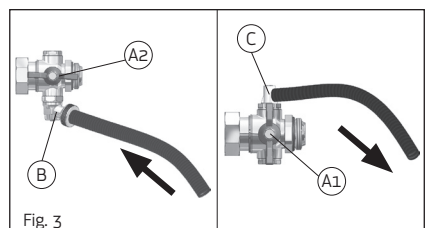

Fig. 3
La operación de llenado debe ejecutarse para cada circuito por separado. Cerrar todos los loop de los circuitos del suelo, con excepción del primero y realizar lo siguiente (Fig. 3): conectarse con el grupo de relleno del grifo de carga-descarga (B), dejando en posición abierta la válvula de esfera (A2); cerrar la válvula a esfera (A1) en el envío, abrir la descarga (C), poner el tapón en el sifón automático y por lo tanto proceder con la carga de la instalación. La carga podrá considerarse completada cuando, a través de la descarga (C) saldrá sólo agua (no mezcla de aire). Repetir la operación para todos los circuitos separadamente.